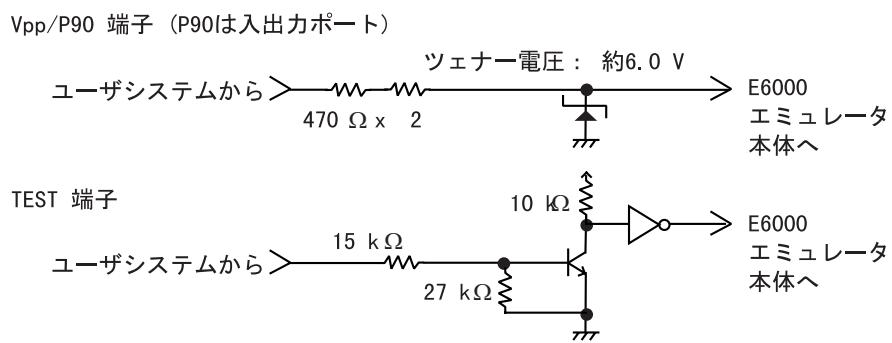

図12 Vpp/P90、TEST端子保護回路
- (6) H8/3644シリーズのフラッシュ機能はエミュレータではサポートしないため、Vpp/P90, TEST端子に12Vを印加しないでください。Vpp/P90, TEST端子に12Vを印加した場合、エミュレータはテストモードを検出します。なお、Vpp/P90, TEST端子には図12に示すような12V印加に対する保護回路があります。